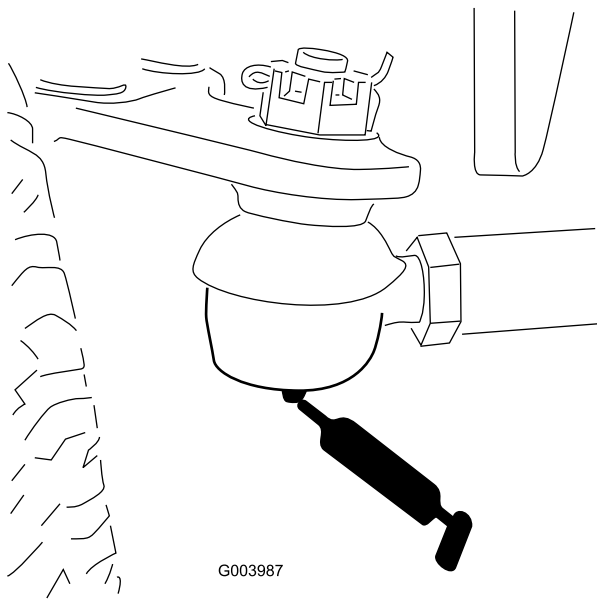

Figura 110
- Tijă ax spate (2) (Figura 110)